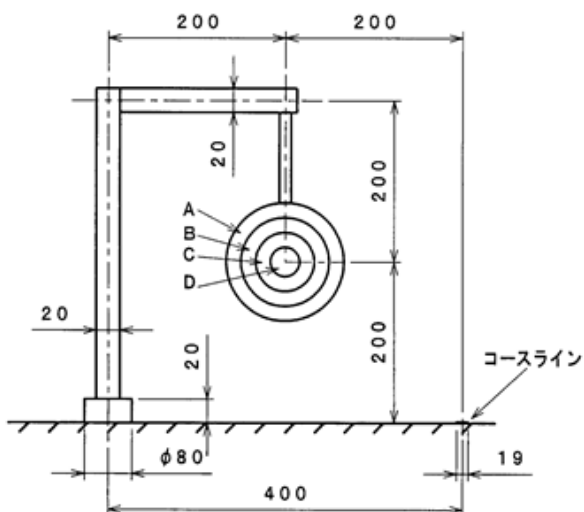

図 2 垂直標的の形状
- 2) i) の垂直標的は、図 2 のように円盤形で 4 種類とし、A 標的が直径 120 mm、B 標的が直径 90 mm、C 標的が直径 60 mm、D 標的が直径 30 mm とする。これら ABCD 標的の標的面はコースラインに対し直角を成すように支持される。